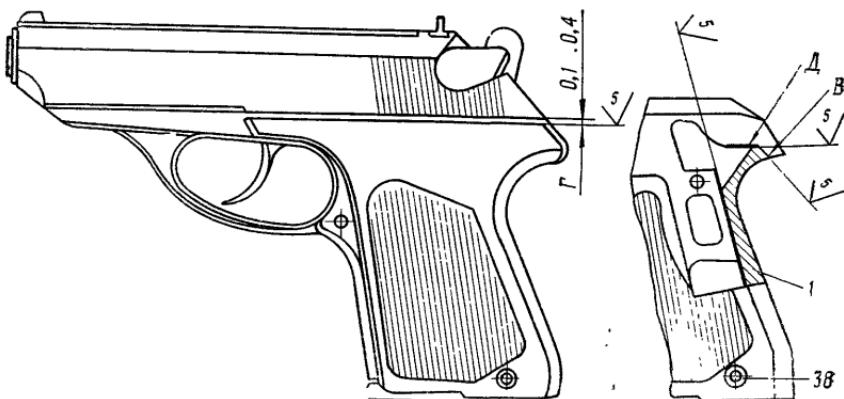

Рис. 39. Подгонка рукоятки:
4.3. Пригнать рукоятку по плоскости В по рис. 39; местные зазоры по плоскости В не допускаются.
4.4. Присоединить затвор и проверить зазор между рукояткой и затвором (размер Г на рис. 39), который дол-
4.5. При зазоре G менее 0,1 мм опилить верхний срез рукоятки по рис. 39.
4.6. При зазоре G более 0,4 мм опилить на рукоятке плоскости B и D по рис. 39, при этом рукоятка поднимается вверх.